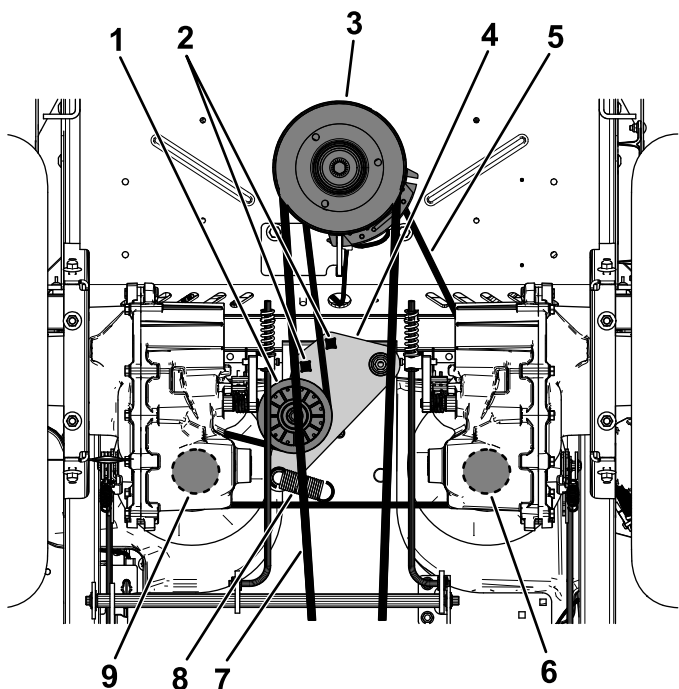

Figura 67
5. Utilice una llave de carraca de $\frac{1}{2}$ " o similar en uno de los taladros cuadrados del brazo tensor para aliviar la tensión del muelle tensor (Figura 67).
6. Retire la correa existente de la polea tensora, de las 2 poleas de transmisión de la bomba hidráulica y de la polea del motor (Figura 67).
7. Instale la correa nueva alrededor de la polea tensora, la polea del motor y de las 2 poleas de la bomba hidráulica (Figura 67).